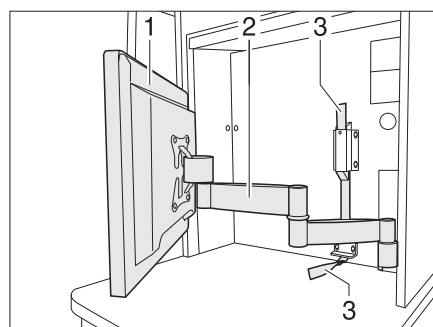

Bild 58 Flachbildschirm mit Gelenkarm
- Am Textilband (Bild 58,3) ziehen, um den Gelenkarm (Bild 58,2) zu entriegeln.
- Flachbildschirm (Bild 58,1) in die gewünschte Position schwenken.